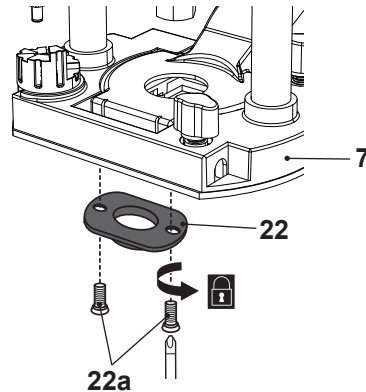

Fig. 10
- > Amplasați șablonul de ghidare (22) pe placa de bază (7) cu gulerul orientat în jos și asigurați-l cu cele două șuruburi (22a) (Fig. 10).